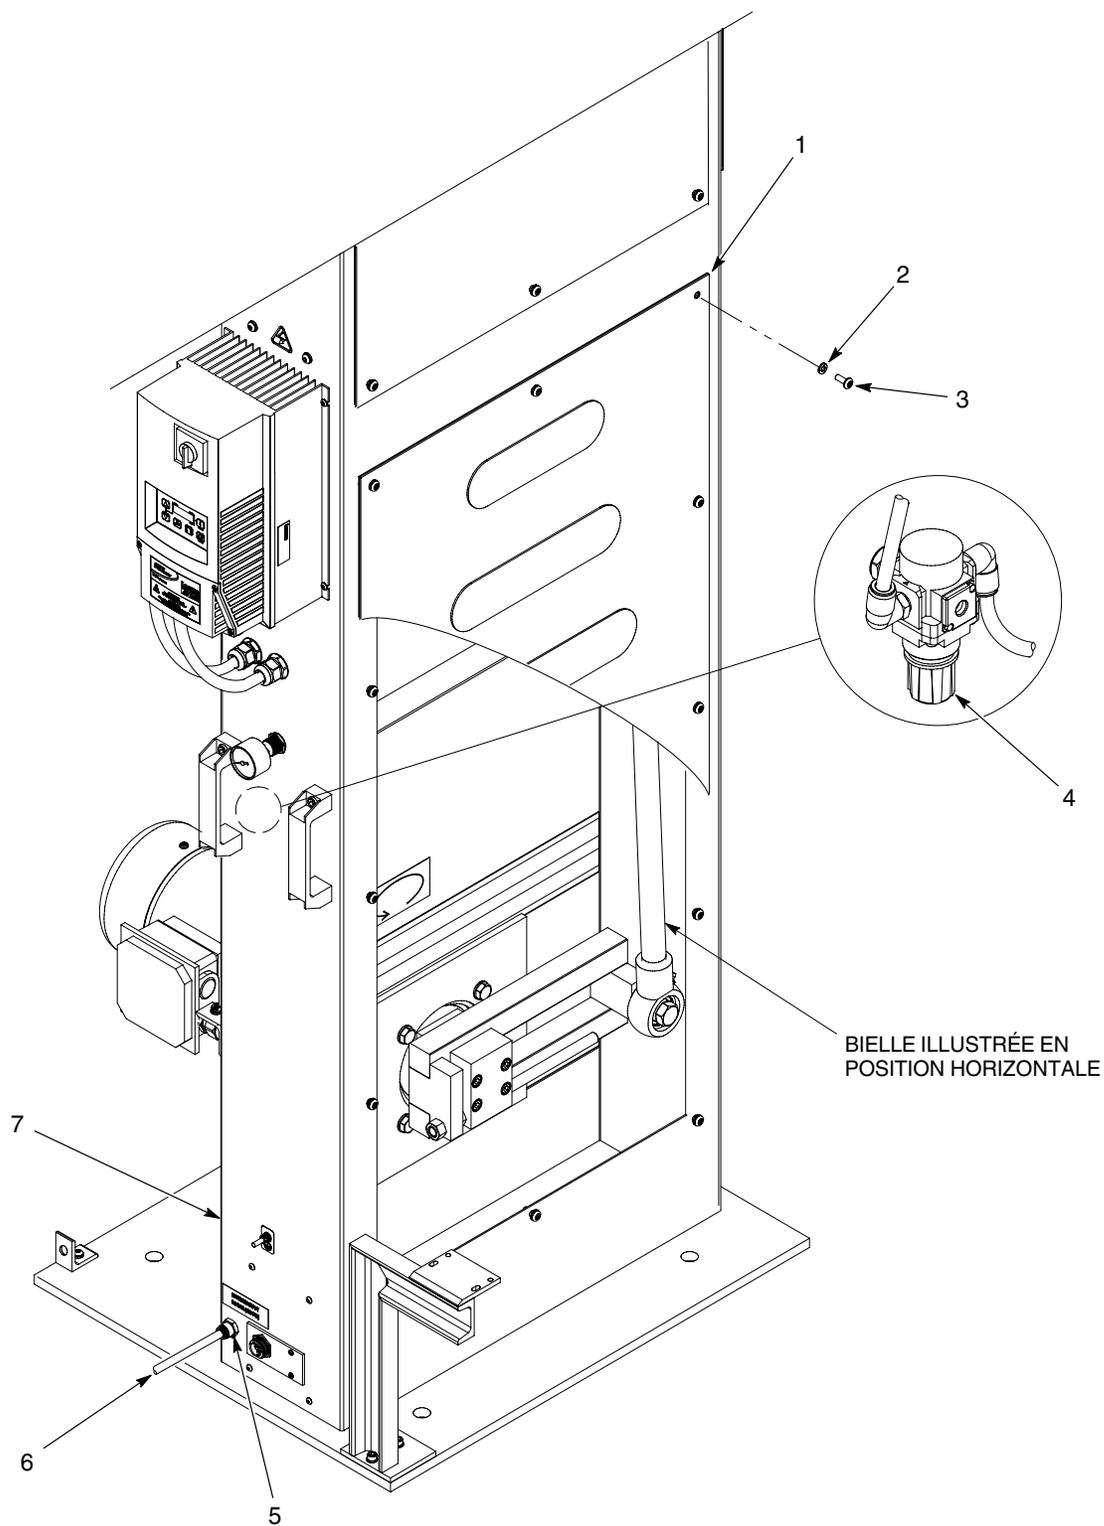

Fig. 8 Branchement de l'alimentation en air
1. Voir la figure 8. Raccorder une conduite d'alimentation pneumatique de 8 mm (6) au raccord **pneumatique** (5) sur l'oscillateur (7).